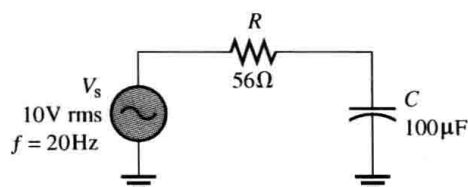

图 10-65
10. 对于图 10-65 中的电路，求下列各量
28. 试问图 10-65 中有功功率和无功功率各是多少?